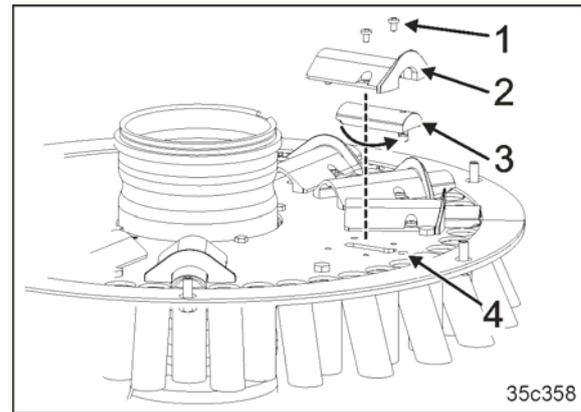

Рис. 194
10. Выверните болты (Рис. 194/1).
11. Снимите туннель заслонки (Рис. 194/2).
12. Заслонка (Рис. 194/3) установлена в направляющей.
13. Поверните заслонку (Рис. 194/3) и вставьте ее в отверстие (Рис. 194/4).
14. Прикрутите туннель заслонки (Рис. 194/2) на монтажную пластину.